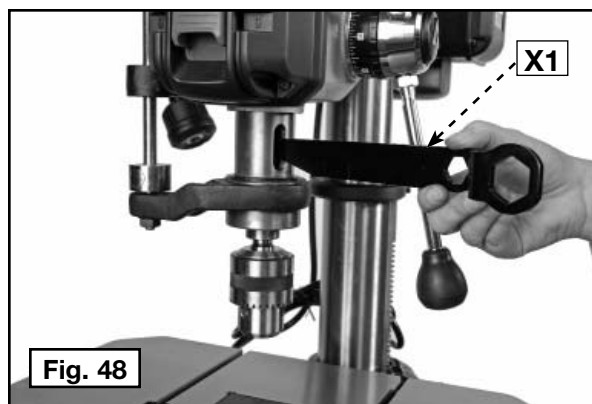

Fig. 48
2. Inserte la chaveta (X1) Fig. 48 por la ranura del eje y la ranura del husillo.
3. Golpee ligeramente la chaveta (X1) Fig. 48 con un martillo hasta que el adaptador del husillo y el portabrocas se separen del eje.